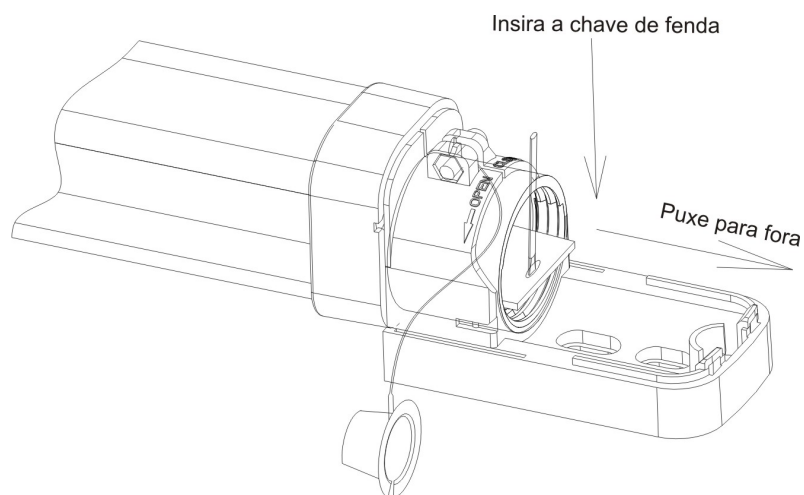

Figura 5
- 2- Utilize a chave de fenda para retirar a PCI do tubo de alumínio, através da cavidade deslizante, conforme mostra a Figura 5.